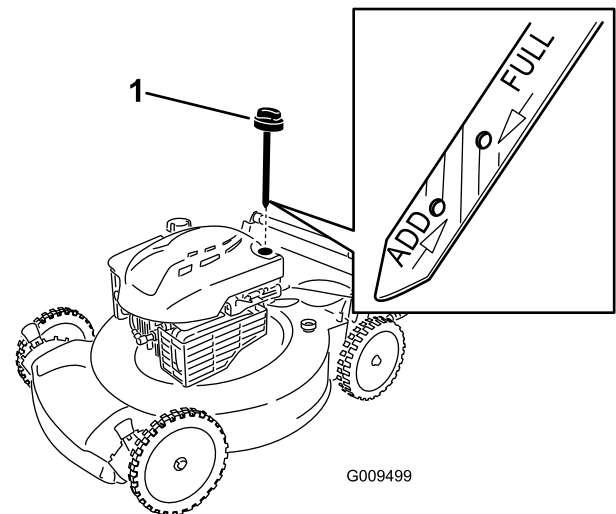

Figura 8
1. Retire la varilla, límpiela, y vuelva a colocarla (Figura 8).
2. Retire la varilla y compruebe el nivel de aceite (Figura 8). Si el nivel de aceite está por debajo de la marca "Add" de la varilla, vierta **lentamente** aceite en el tubo de llenado hasta que el nivel llegue a la marca "Full" de la varilla. Después de añadir aceite, espere 3 minutos antes de comprobar el nivel de aceite con la varilla. **No llene demasiado.** (Capacidad máxima: 0.59 l (20 onzas), tipo: SAE 30, aceite detergente con